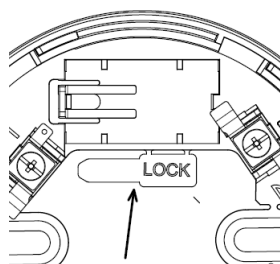

Fig.2
- Pré retirer la clé de la base (Figure 2).